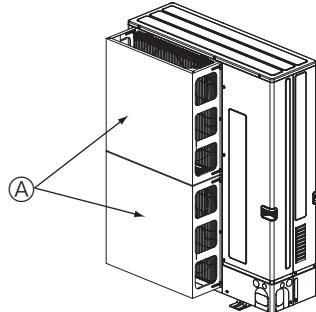

Fig. 2-5
- ② Ünite, tayfun ve bunun gibi nedenlerden oluşan güdü rüzgarlarının doğrudan hava çıkışına girebileceği bir yere monte edilmişse, isteğe bağlı olarak sağlanan bir hava koruma kılavuzu monte edin. (Fig. 2-5)